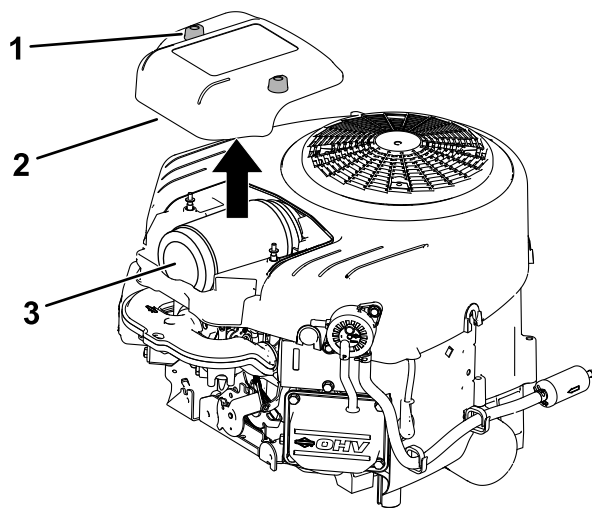

Figure 37
3. Reposez le couvercle et serrez les boulons (Figure 37).